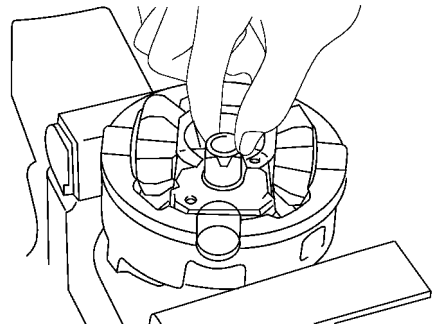

图 14-175 将十字轴装到 RH 差速器上
(4) 将十字轴装到 RH 差速器壳上。检查 RH 挡块是否已牢固地装在十字轴上，如图 14-175 所示。